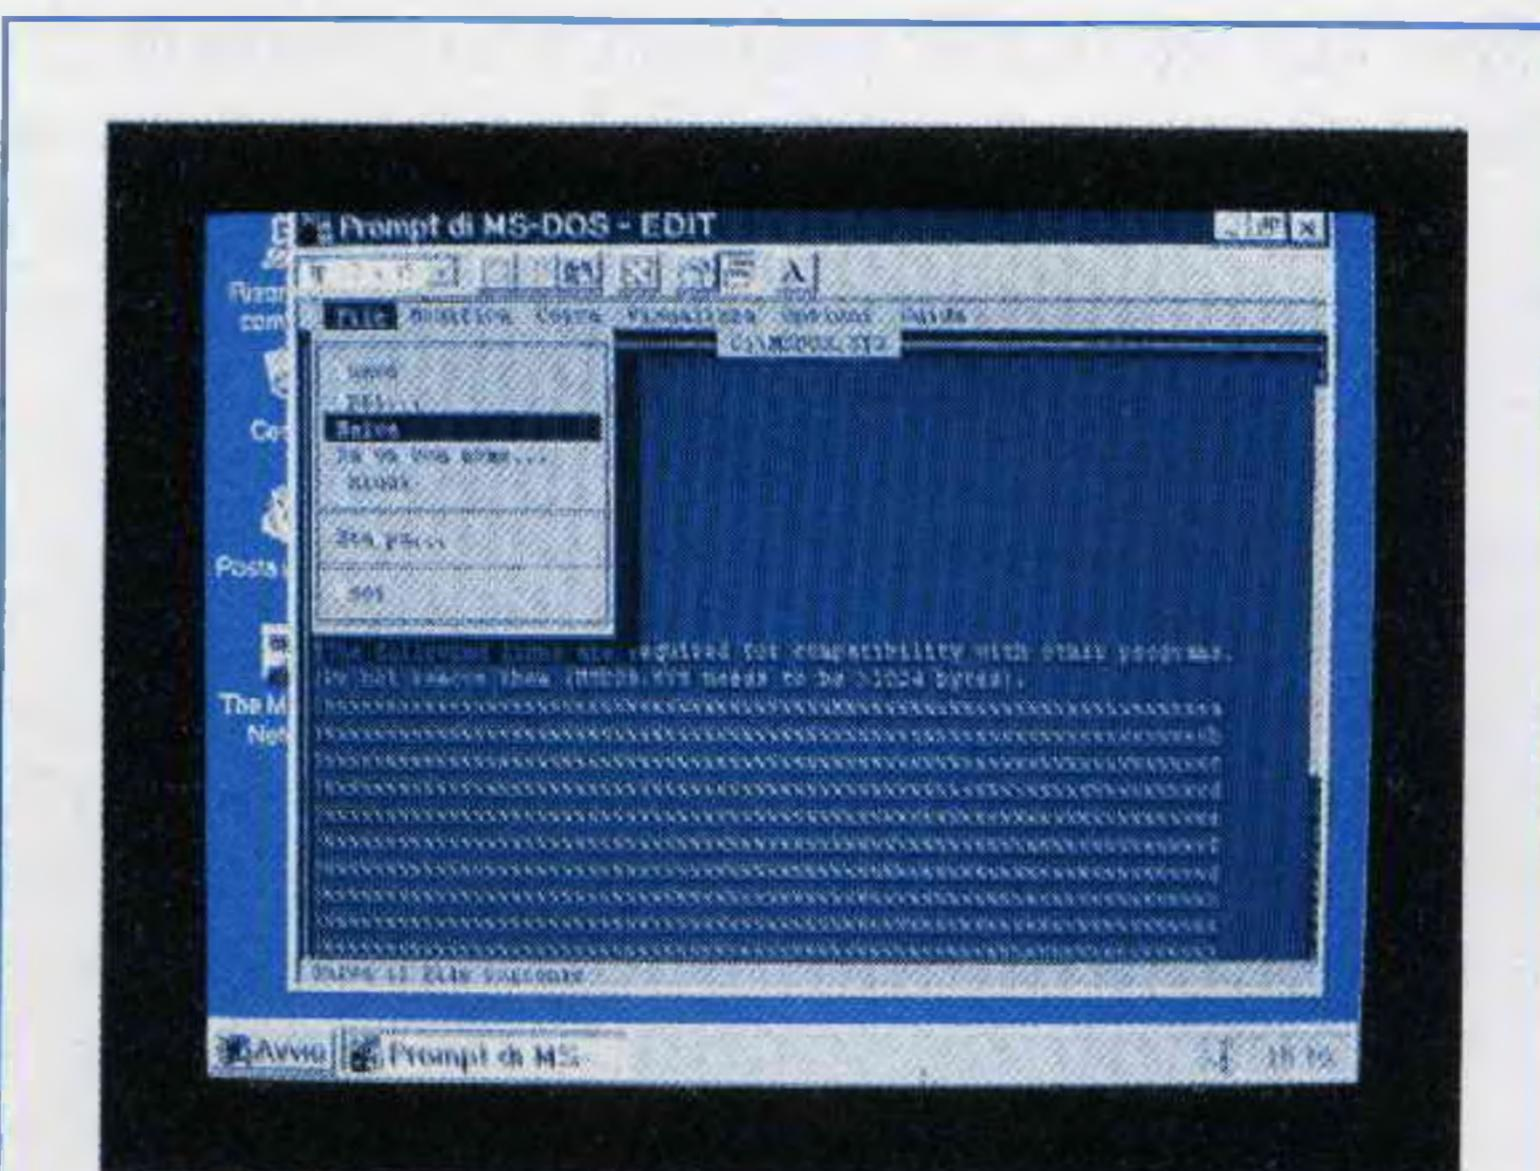

Fig.13 Nello spazio ottenuto scrivete la parola BootMulti=1, premete ALT+F, andate su SALVA e pigiate Enter.
- Ora premete i tasti **ALT+F** e vedrete apparire la finestra delle selezioni (vedi fig.13).